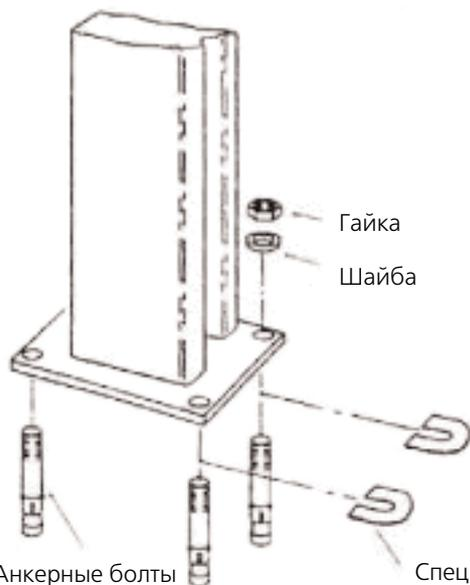

Рис. 7
5. Чтобы выровнять положение стоек, вставьте специальные шайбы под основание стойки так, чтобы анкерные болты были прочно зафиксированы, а стойки располагались строго вертикально, см. рис. 7.